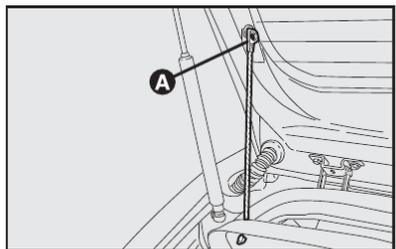

fig. 101
1) Soltar as extremidades superiores A-fig. 101 dos dois tirantes, desprendendo as argolas dos pinos.